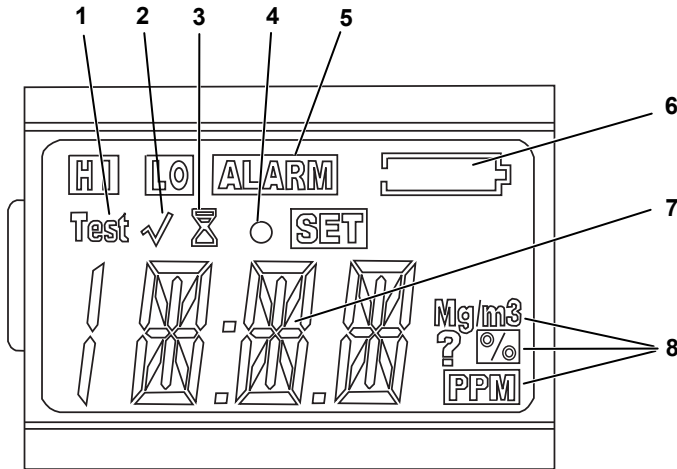

Fig. 2 Scherm
- zolang de batterijalarm-indicator (Pos. 6 in Fig. 2) niet verschijnt **en**